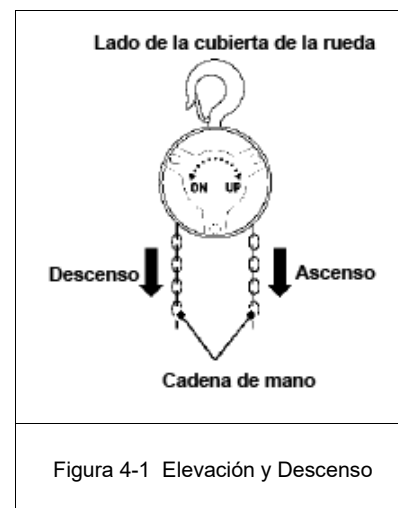

Figura 4-1 Elevación y Descenso
- 4.2.1 Consulte las flechas y el texto de la cubierta del volante – consulte la Figura 4-1